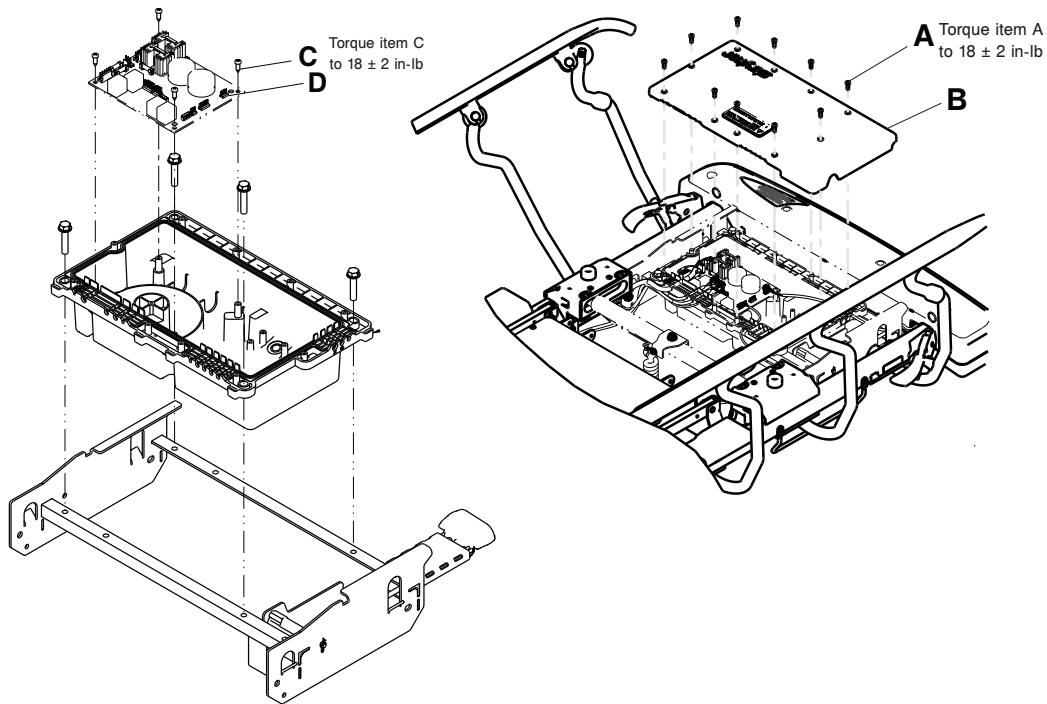

Figure 30 – Remplacement de la carte de commande
5. À l'aide d'un tournevis cruciforme n° 2, retirer les 10 vis de taraudage à tête cylindrique (A) qui fixent le couvercle du panneau de commande (B) au fond du boîtier de commande (Figure 30).